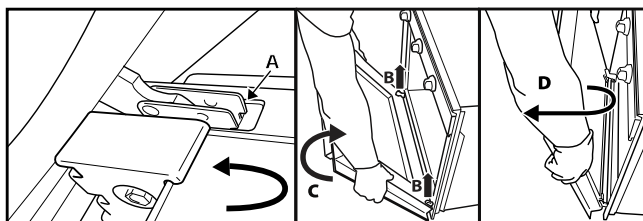

Fig. 2
3. Stäng luckan så långt det går (A), lyft den (B) och vrid den (C) tills den lossnar (D) (fig. 2).